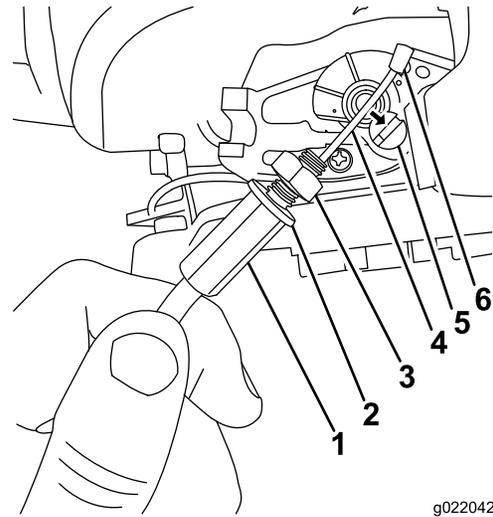

Figura 4
4. Conecte el cable del acelerador colocando el cable en el anclaje del cable (Figura 4).